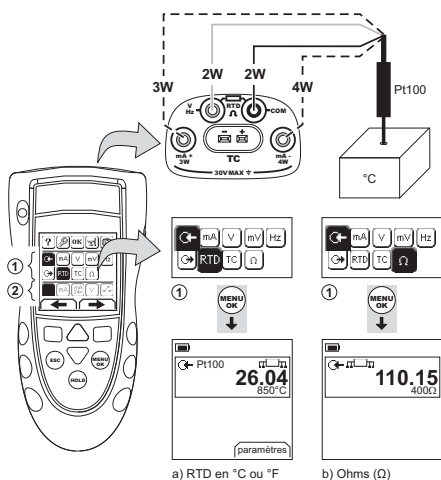
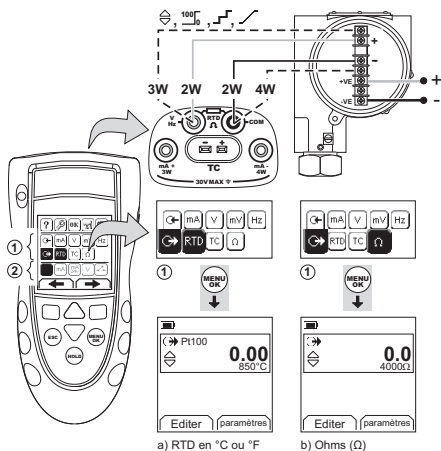

Figure 7 : Exemple de configuration - mesure de la température ou de la résistance
Figure 8 : Exemple de configuration - simulation de la température ou de la résistance
1. Raccordez l'instrument (Figure 7 et Figure 8) et, si nécessaire, réglez le menu Config. (Tableau 1).